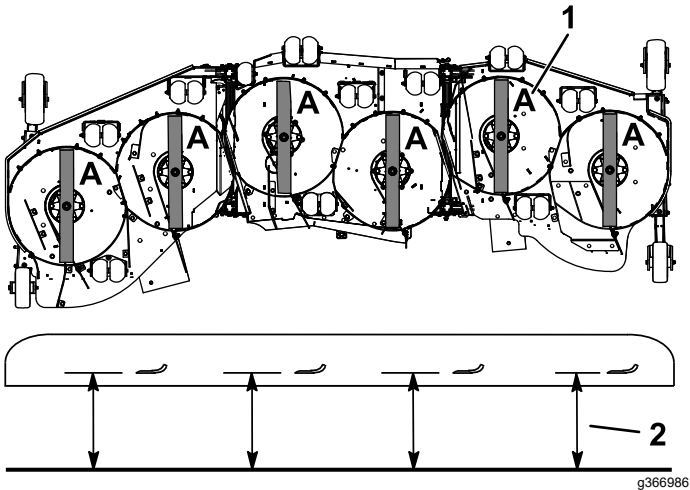

Figure 72
3. Tournez les lames dans le sens longitudinal (Figure 72).
4. Mesurez la distance entre la surface plane et le tranchant (position **A**) des lames (Figure 72).